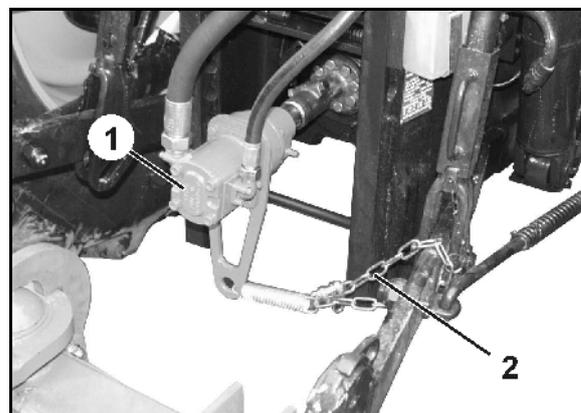

Fig. 73
Pour raccorder la pompe hydraulique entraînée par la prise de force du tracteur (Fig. 73/1) :
3. Accrochez la chaîne (Fig. 73/2) pour prévenir une éventuelle rotation de la pompe hydraulique !